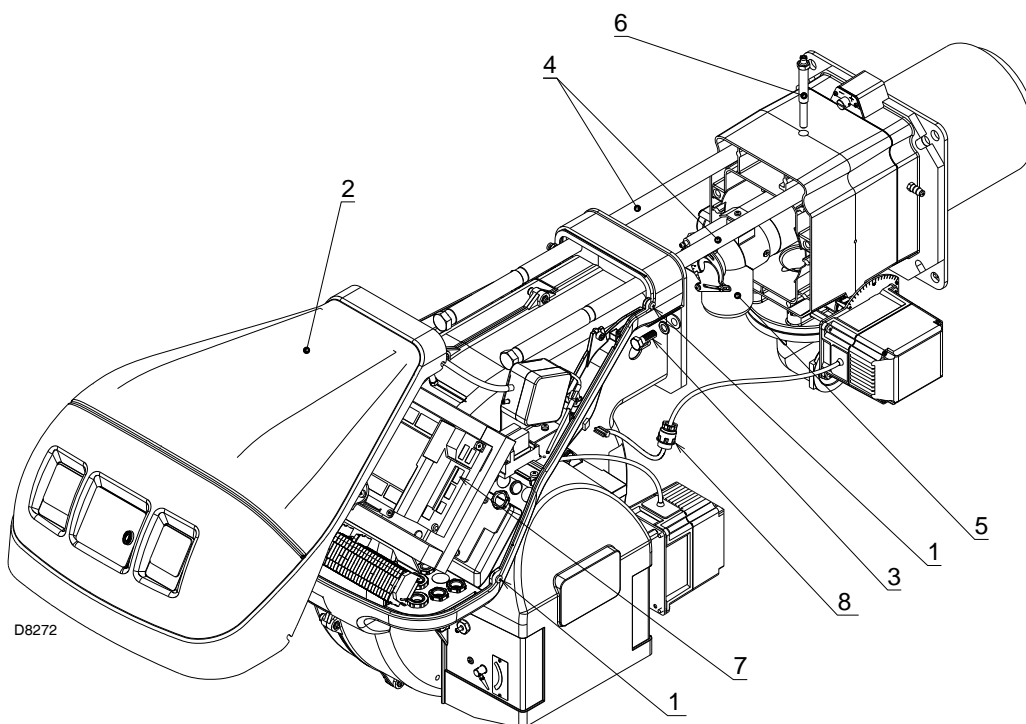

图 39
检查确认启动时位于燃烧头分配器上的各燃气出气孔未附着灰尘或生锈。如不确定，需拆下弯头查看（第 55 页图 39）。
- 拆下 4 个螺丝 1)(图 39) 同时取下保护盖 2)。